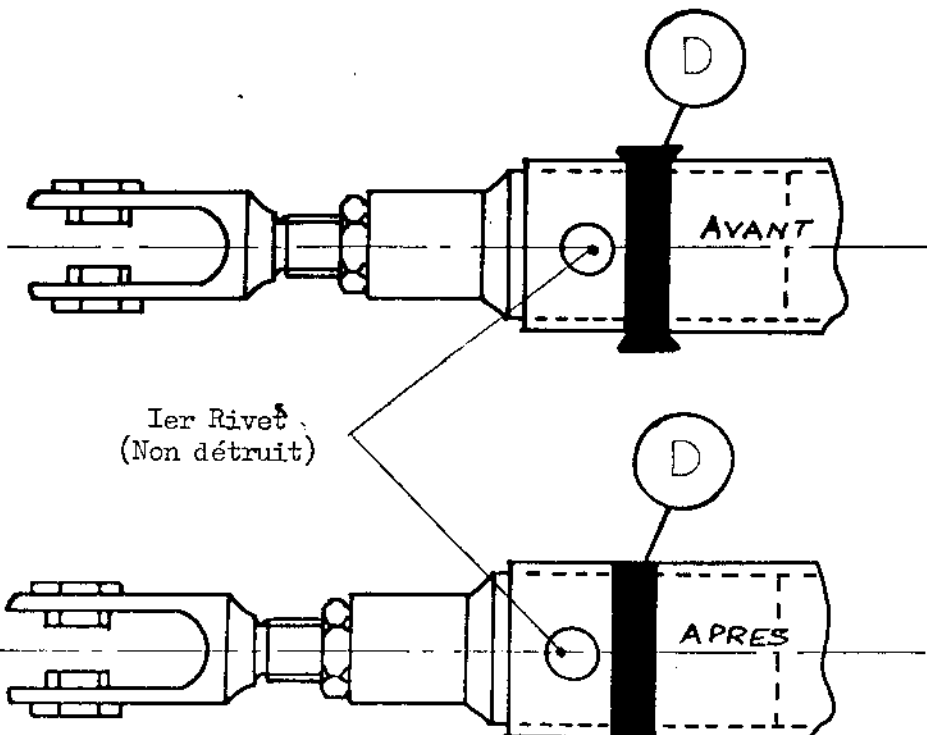

FIGURE 4
- 3.2 - Par la porte de visite située au droit du guignol de commande d'aileron 26 P I7.04, lime les deux têtes du deuxième rivet de fixation de l'embout support de chape réglable de la bielle de gauchissement 26 P.I7.I4 - Voir figure 4. Cette opération doit être effectuée avec beaucoup de soin de façon à ne pas attaquer le corps de bielle; arrêter, lorsque les têtes du rivet affleurent le diamètre extérieur du tube de bielle. (Ce rivet est représenté par l'indice D sur la figure 4).